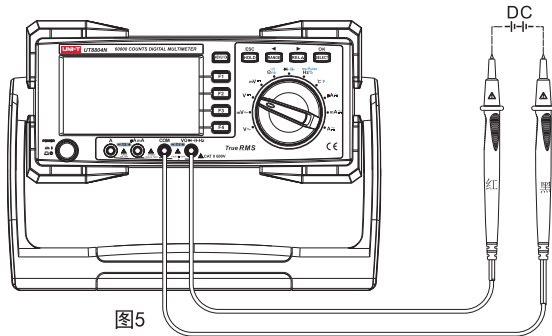

图5
- (1) 将红表笔插入"V"插孔，黑表笔插入"COM"插孔。
- (2) 将仪表的旋转开关转到 $V \overline{\text{---}}$ ，如图5. 将表笔并联待测电源或负载上。